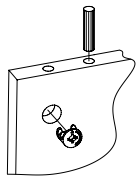

Рис.1
2. Вкрутить шпильки минификсов в соответствующие плоскостные отверстия дна 4 и фасадной планки (Рис. 1).